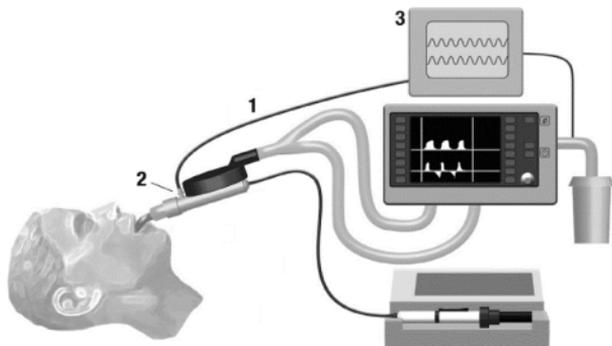

Figura 1
1. Conecte a Linha de Amostragem de Gás (1) à porta de amostragem do monitor de gás dos Sedaconda ACD (2), conforme ilustrado na figura 1. Gire o conector luer no sentido horário, para obter um ajuste seguro e garantir que não haja vazamento de gases no ponto de conexão.
2. Conecte a Linha de Amostragem de Gás (1) ao monitor de gás respiratório (3). Gire o conector luer no sentido horário, para obter um ajuste seguro e garantir que não haja vazamento de gases no ponto de conexão.